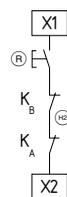

Abb. 3
**Externer Reset-Taster (siehe Abb. 3)**